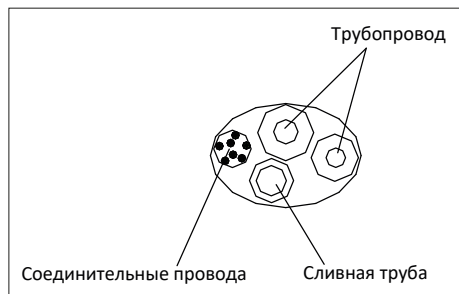

Рисунок 6
– Расположите соединительные трубы, кабель, дренажный шланг, как показано на рис. 6, а затем подсоедините дренажный шланг к сливному отверстию. Дренажный шланг должен быть проложен под наклоном (вниз). Скрепите соединительные трубы, кабели и дренажный шланг вместе виниловой лентой. Обеспечьте достаточное пространство между дренажной трубой и землей. Не ставьте дренажную трубу в воду или канаву.